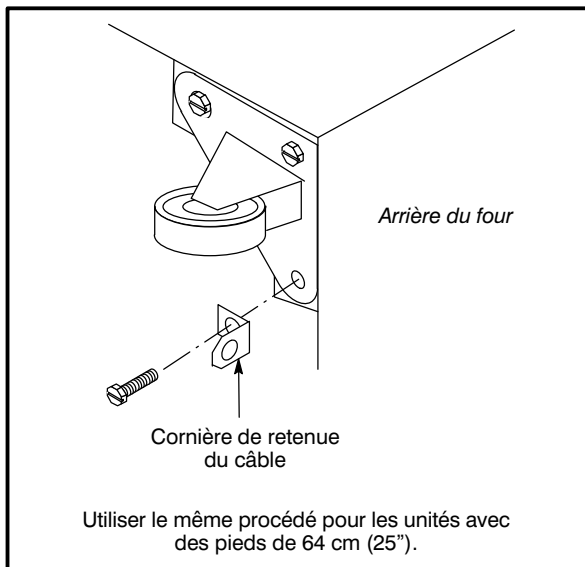

Figure 25
1. Monter la cornière fournie sur le boulon du pied juste au-dessous de l'arrivée de gaz. Voir Figure 25.